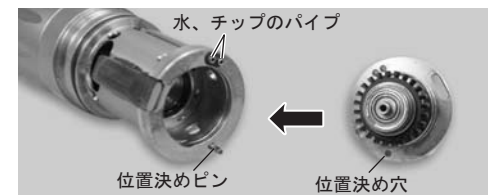

図17
- カートリッジを装着する前に、ハンドピース内部をきれいにして、水・チップのパイプと位置決めピンをカートリッジの穴にあわせてまっすぐに差し込んでください。（図17）